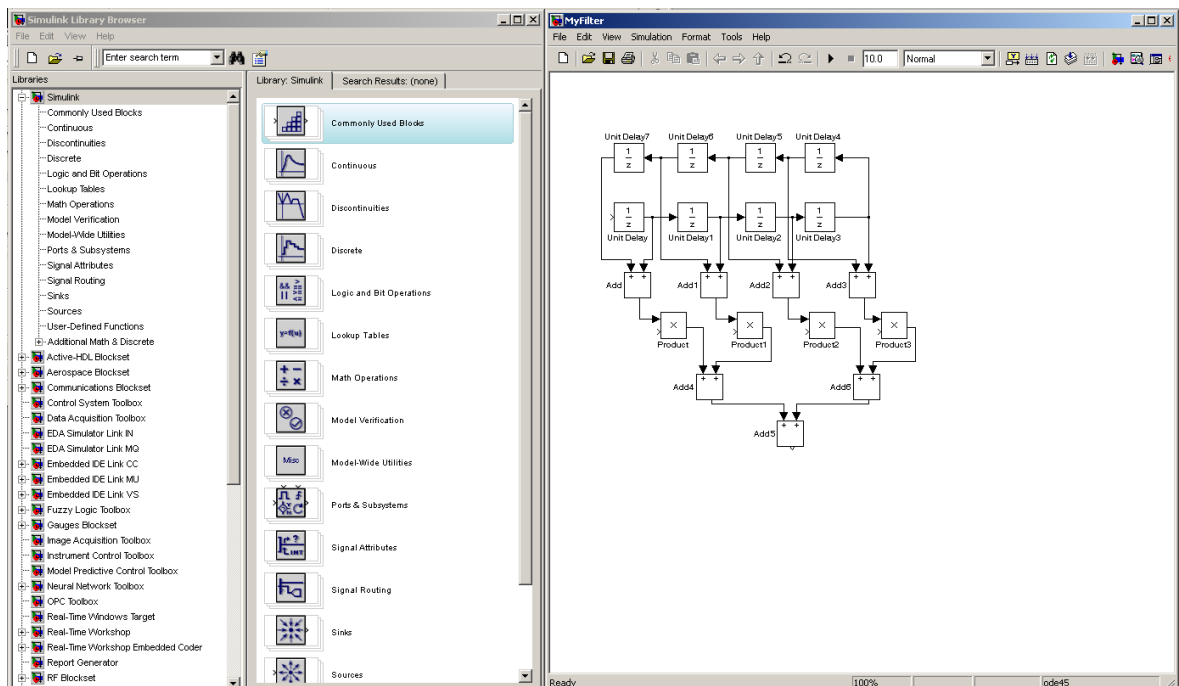

Рис. 7. Соединение блоков модели сигналами
8. Начиная с выходного порта блока Unit Delay соедините порты модели сигналами, как показано на рис. 7. (Для соединения выходного порта блока с входным портом другого блока необходимо нажать на левую кнопку «мыши» на выходном порте и протянуть соединение, не отпуская левой кнопки «мыши», до входного порта. Для создания разветвлений сигнала, необходимо нажать на левую кнопку мыши в точке на сигнале, где создается разветвление, держа при этом нажатой клавишу Ctrl клавиатуры).